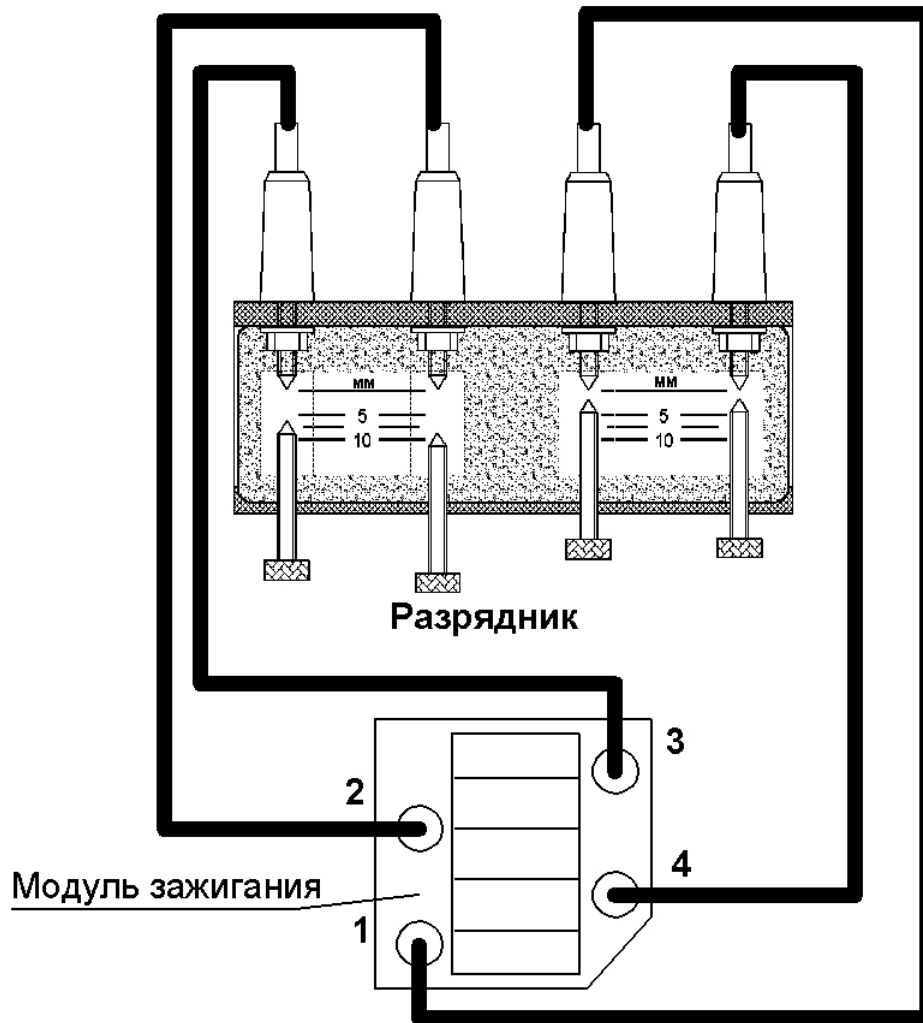

Рис.1 Подключения разрядника для проверки модуля зажигания.
- Подключить высоковольтные провода к разряднику согласно схеме на рис.1;